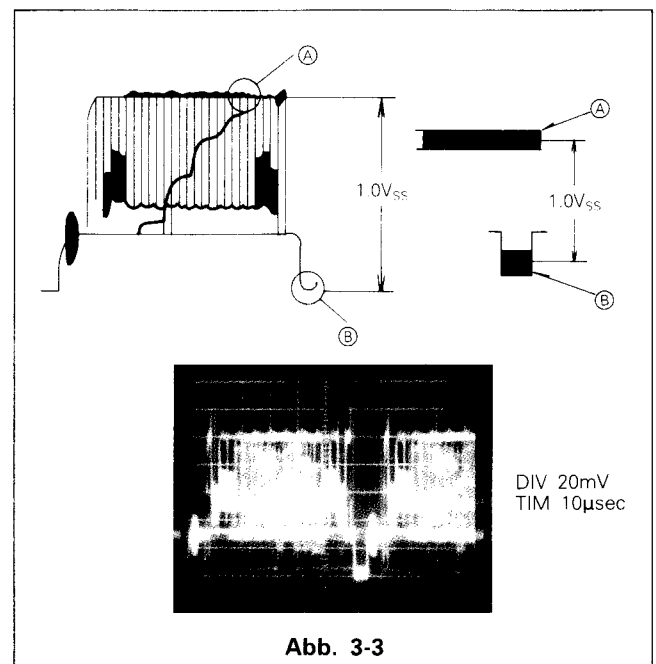

Abb. 3-3
3. Stellen Sie VR2A4 (AGC) auf $1,0 V_{SS}$ wie in Abb. 3-3.